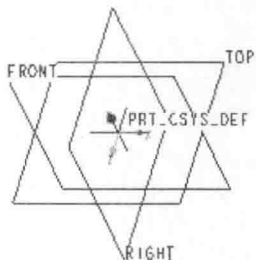

图 1-13 系统默认基准面和默认坐标系
(3) 系统自动建立三个基准面 RIGHT、TOP、FRONT 和一个基准坐标系 PRT_CSYS_DEF, 如图 1-13 所示。